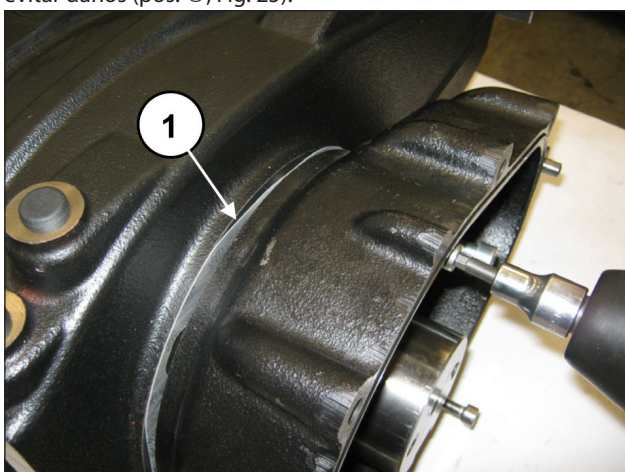
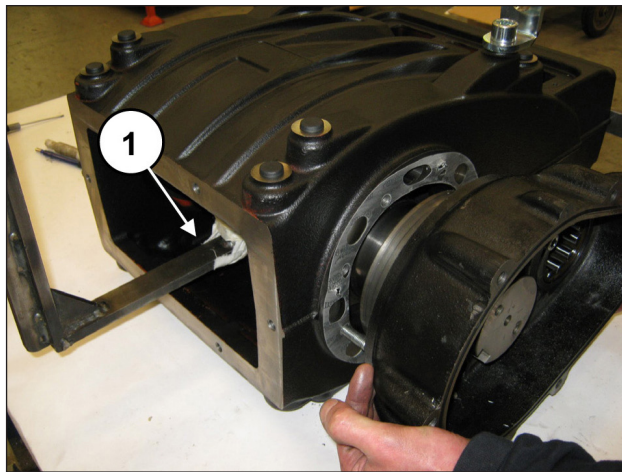

Fig. 24
Fig. 25
Solte os três parafusos M8 gradualmente (pos. ①, Fig. 24), para evitar que a caixa possa se inclinar demais e bloquear o local. Forneça a remoção da caixa de sustentação do eixo, para evitar danos (pos. ①, Fig. 25).